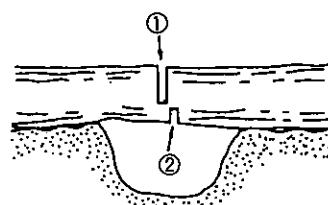

図 27
- 図27のようにくぼみにまたがっている部分を切る場合は、はじめに上側から3分の2ほど切り込み、次に下側から切り通してください。